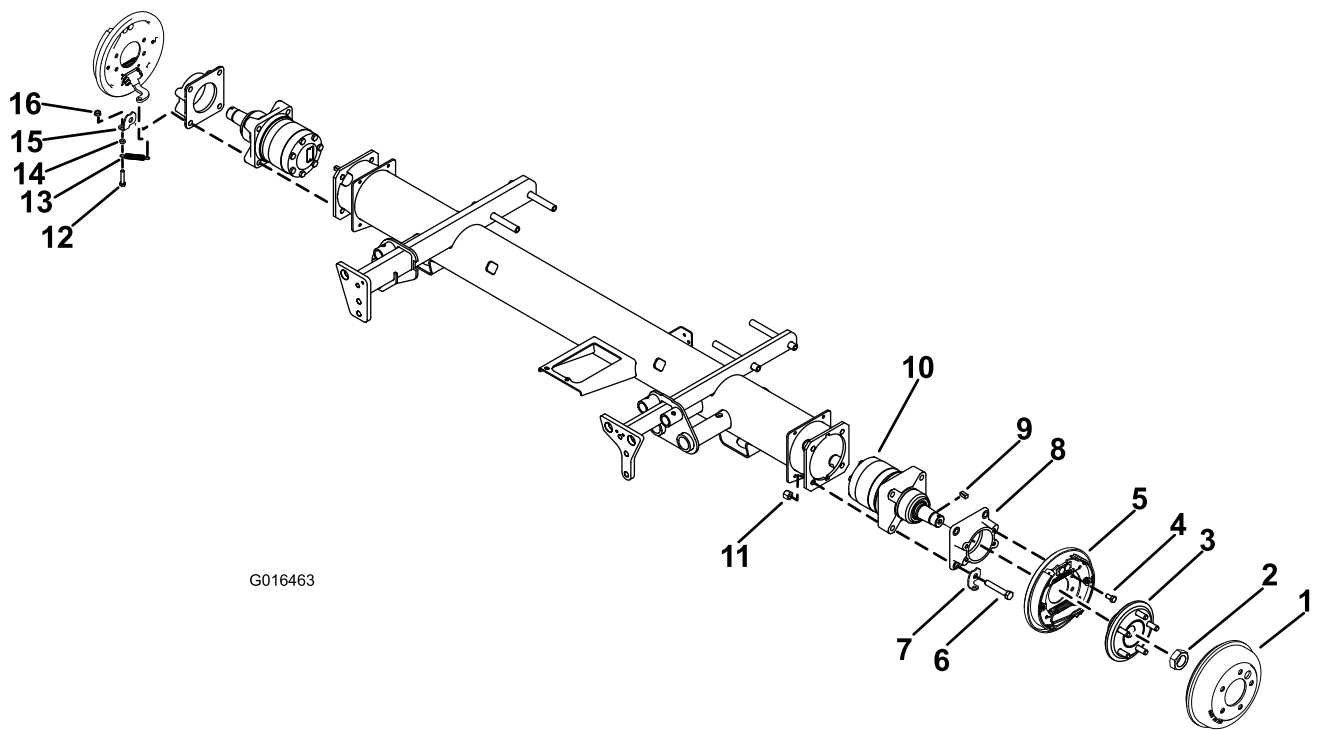

Bild 6
- Hinweis:** Ziehen Sie die Schrauben bis auf 91-113 N·m an. Stellen Sie sicher, dass der Federclip so ausgerichtet ist, wie in **Bild 6** abgebildet.